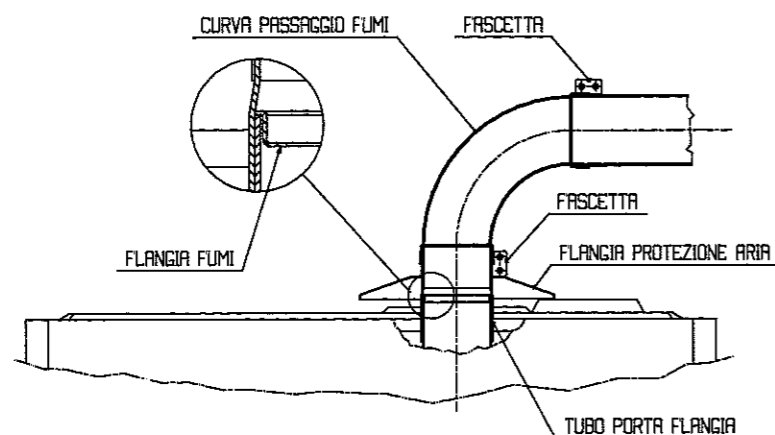

FIG. 6
– Montare le eventuali prolunghe avendo cura di imboccarle correttamente, quindi la curva tra tubi e caldaia bloccandola con le apposite fascette di sicurezza (fig. 6)